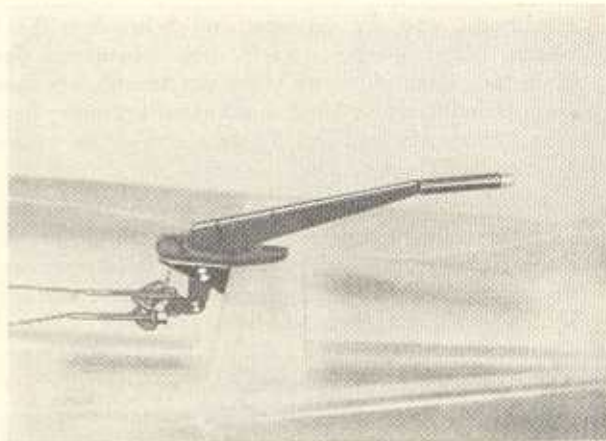

Bild F 94. Stellung des Handbremshebels und Auflagerung des Waagebalkens
1. Nach dem Entfernen der Splinte den Lagerbolzen $11 \times 25 \times 19,5$ aus dem Handbremshebel und den zweiten Bolzen $11 \times 30 \times 24$ aus der Lasche am Waagebalken und dem Handbremshebel herausnehmen. Handbremshebel nach oben herausziehen. Verzahnung der Hebelfeststellung überprüfen (Bild F 94).